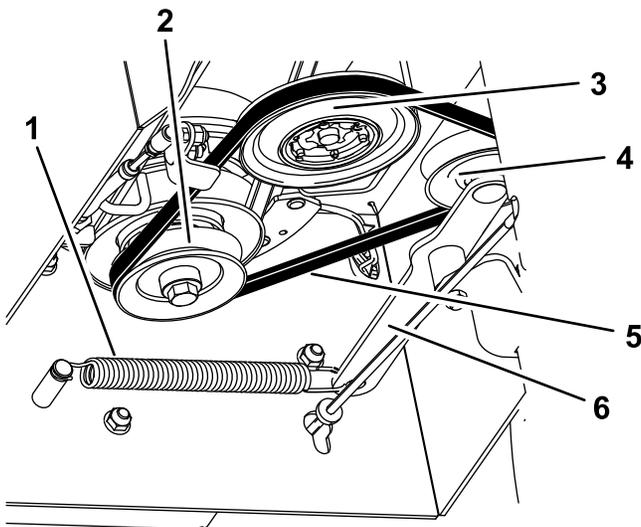

Рисунок 30
4. Снимите пружину растяжения с рычага натяжителя (Рисунок 30).
6. Проложите новый ремень трансмиссии вокруг шкивов муфты, трансмиссии и натяжного шкива (Рисунок 30).